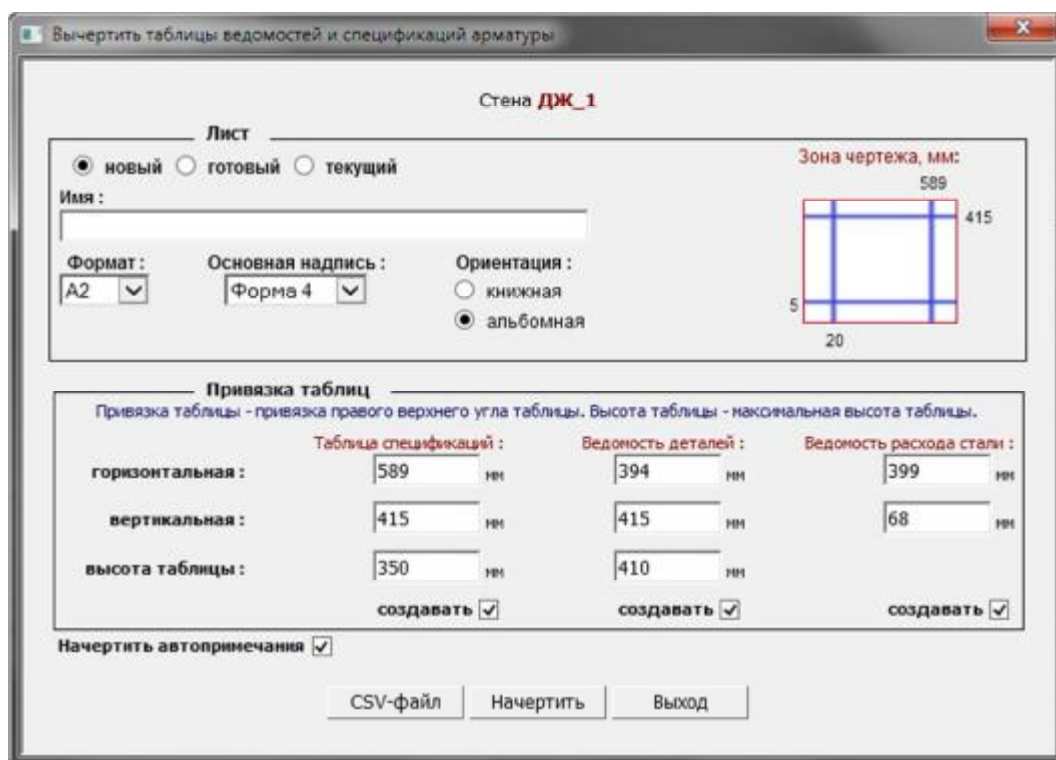

Рис. 3.45. Диалоговое окно **Вычертить таблицы ведомостей и спецификаций арматуры**
- Откроется диалоговое окно **Вычертить таблицы ведомостей и спецификаций арматуры** (рис. 3.45) с предложенным вариантом привязки таблиц к границам чертежа.